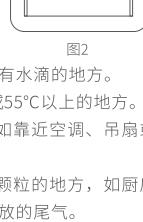

图2
7. 如果天花板是斜顶，因为顶尖是“死空气”区域，请安装在距顶尖水平方向90厘米处的天花板上，如图2所示。